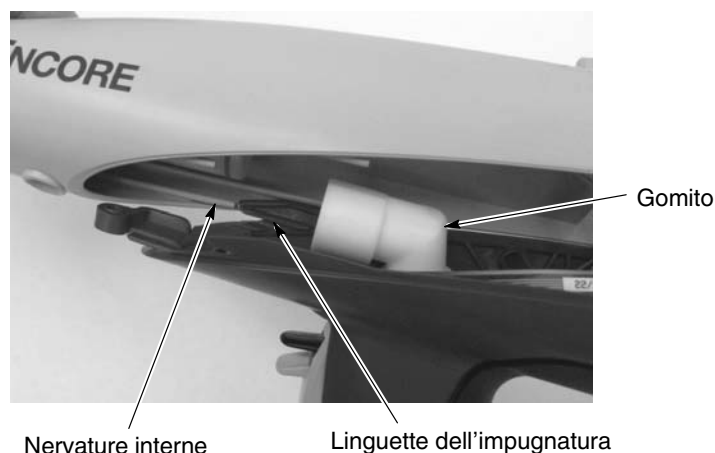

Figura 6-5 Montare il corpo della pistola sull'impugnatura
1. Vedi figura 6-5. Allineare il corpo pistola con l'impugnatura ed accoppiarli, facendo agganciare le nervature interne del corpo pistola alle linguette nell'impugnatura.